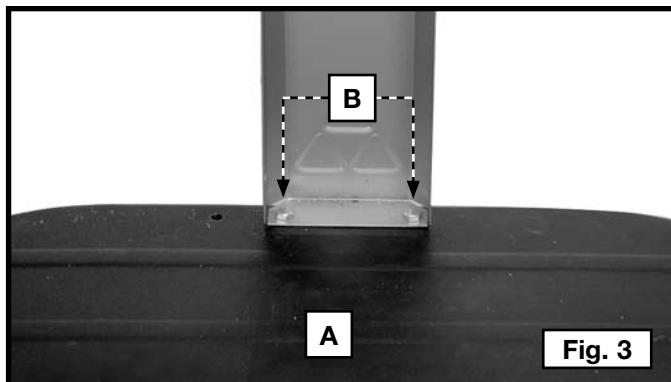

Fig. 3
1. Coloque la base del recolector de polvo (A) Fig. 3 hacia arriba.
3. Inserte un perno de cabeza hexagonal de 7,9/7,1 x 19 mm (5/16-18 x 5/8") (B) Fig. 3 a través de cada orificio en el soporte lateral y la base (A).